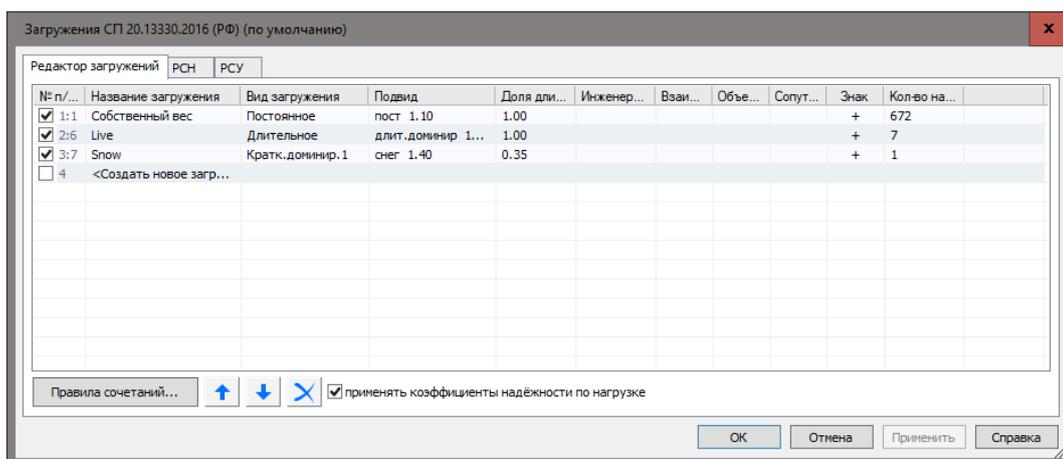

Рис.15.27. Диалоговое окно Редактор загружений
- Вызовите диалоговое окно **Редактор загружений** (рис.15.27) щелчком по кнопке  - **Загружения** (панель **Нагрузки** на вкладке **Создание**).